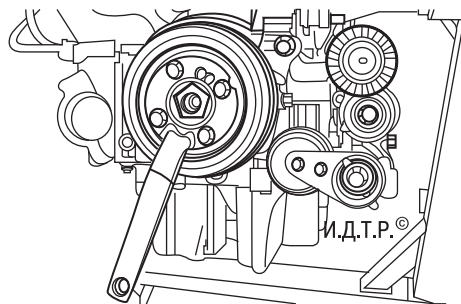

Рис. 5.43. Ключ для проворачивания коленчатого вала
7. Установите на шкив ремня привода газораспределительного механизма на коленчатом валу специальный ключ (рис. 5.43), зафиксировав его четырьмя болтами.